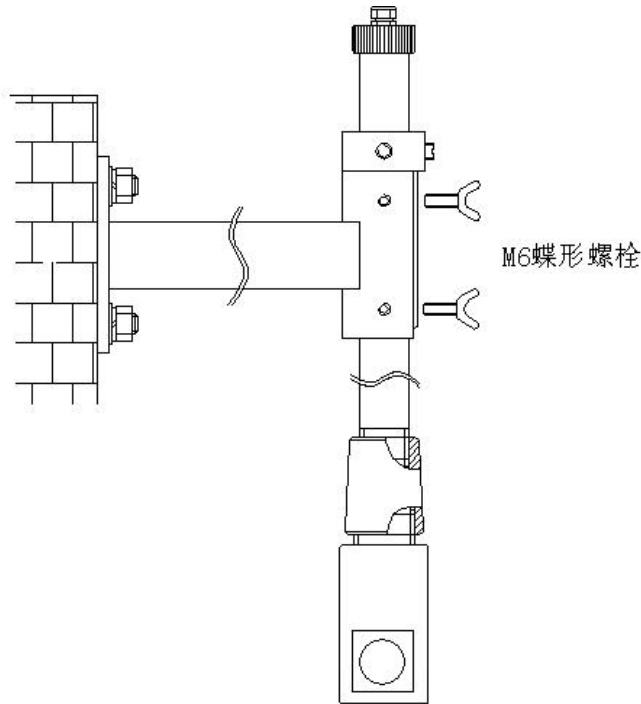

图 2-7 浸没式传感器安装示意图
(3) 将安装好的传感器安装管装入安装在池壁上的支架上，并用两个蝶形螺栓固定，传感器的浸没式安装完成后如图 2-7 所示：